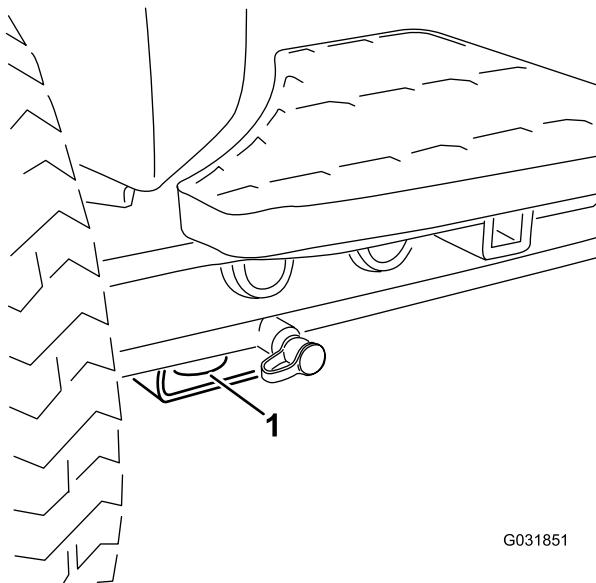
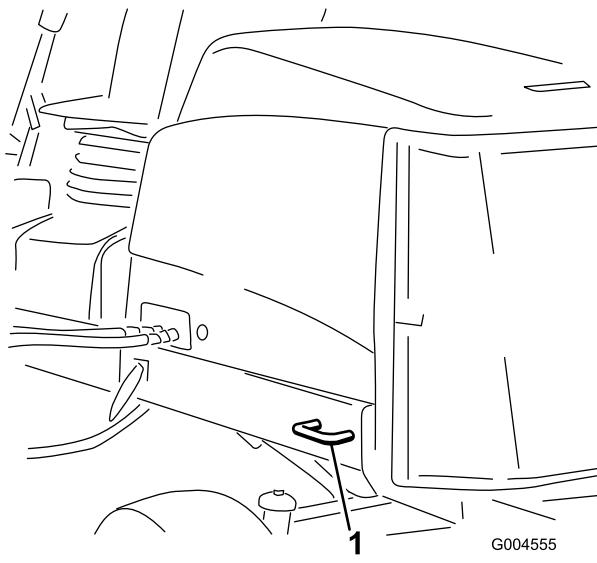

Figura 38
Figura 39
5. Utilize os aros de fixação metálicos na máquina para prender firmemente a máquina ao atrelado ou veículo com cintas, correntes, cabo ou cordas (Figura 38 e Figura 39).
- Dianteira – o orifício na pastilha retangular, por baixo do tubo do eixo, dentro de cada pneu dianteiro (Figura 38)
- Traseira – cada lado da máquina na estrutura traseira (Figura 39)